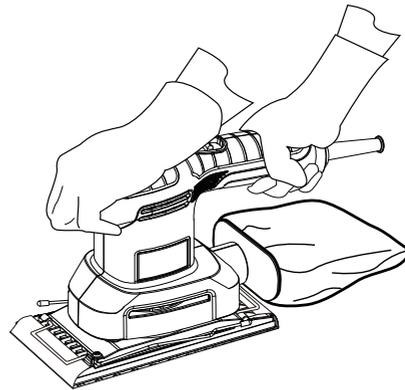

Fig. 25
- > Maintenez le produit avec une main sur la poignée (5) et l'autre main sur la surface de préhension (2) (Fig. 25).